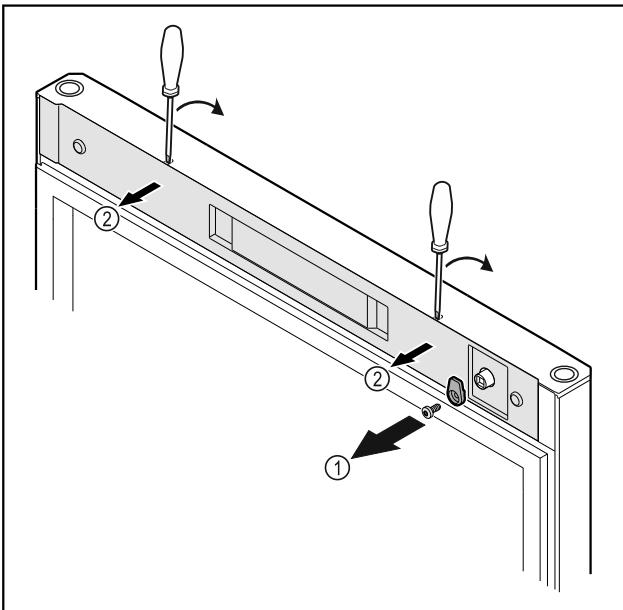

Fig. 18
- Lironi vidat e grepit të mylljes Fig. 18 (1).
- Nxirrni nga foleja kapakun mbulues Fig. 18 (2) me një kaçavidi të vogël dhe hiqeni.